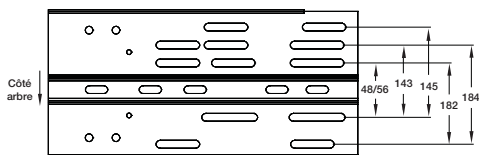

Figure 7 — Positions de fixation du moteur suivant la taille du bâti
1. Fixer le moteur sur la platine avec la visserie fournie. Les trous s'alignent lorsque la carcasse du moteur (côté arbre) est au ras du rebord de la platine. La visserie de fixation du moteur est fournie dans la trousse de visserie attachée au bâti du moteur. Voir la position de fixation suivant la taille du bâti de moteur à la Figure 7. Voir le contenu de la trousse à la page 6.